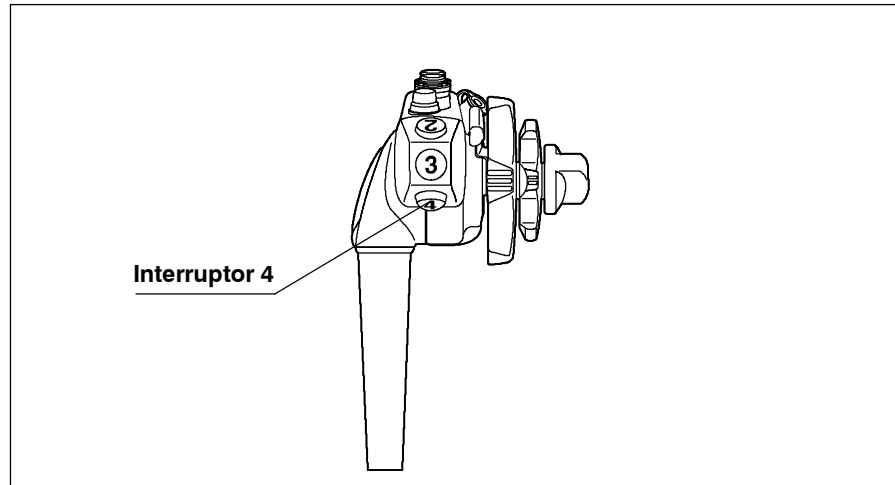

Figura 4.8
1. Pulse el interruptor 4 (Release) del control remoto del endoscopio (ver figura 4.8).